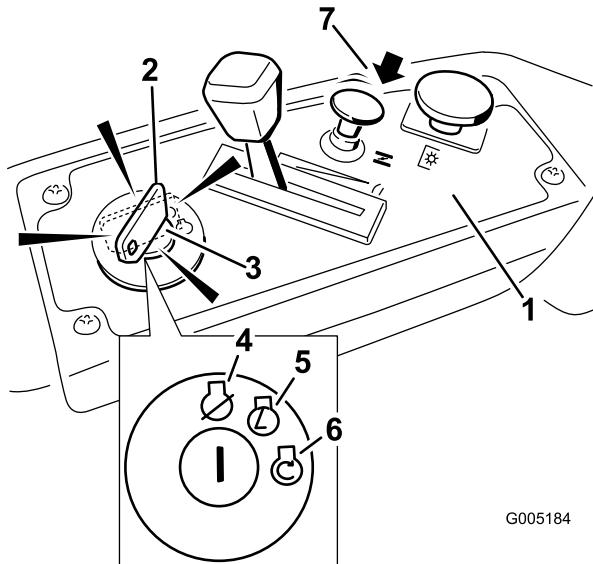

Figura 10
3. Tire del control del estárter hacia arriba antes de arrancar el motor si éste está frío (Figura 10).
4. Gire la llave de contacto a Arranque para activar el motor de arranque. Cuando el motor arranque, suelte la llave (Figura 10).
5. Despues de que el motor arranque, presione hacia abajo el control del estárter (Figura 10). Si el motor se cala o funciona irregularmente, tire hacia arriba del control del estárter y deje el motor en marcha durante unos segundos. Luego presione hacia abajo el control del estárter y mueva la palanca del acelerador a la posición deseada. Repita este procedimiento tantas veces como sea necesario.
2. Ponga el acelerador a un punto entre Rápido y velocidad media (Figura 10).